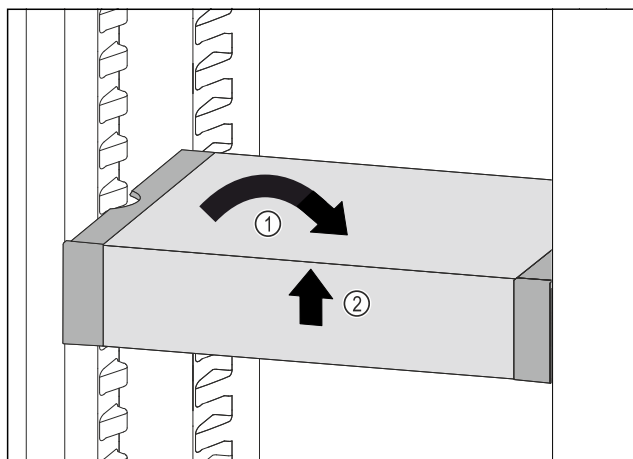

Fig. 91
- 将 VarioSafe 放平。Fig. 91 (1)
- 抬起 VarioSafe 前部。Fig. 91 (2)